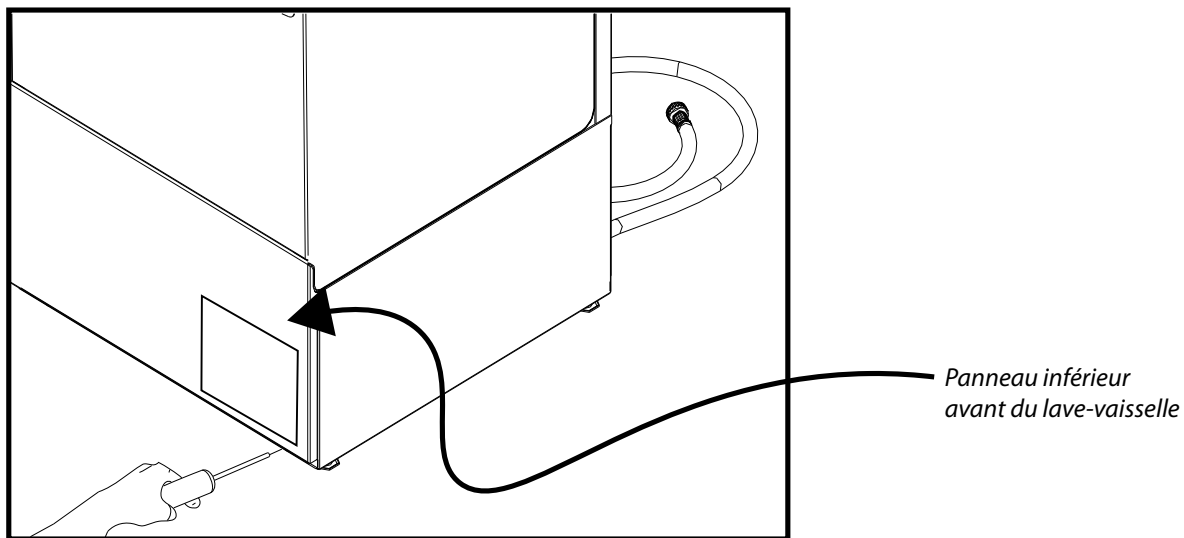

Fig. 5
1. Retirez le panneau inférieur avant du lave-vaisselle (Fig. 5).